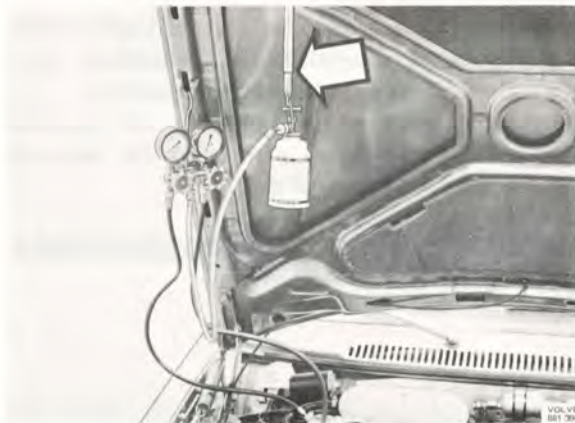

Bild 6
- 5a. **Engångsbehållare:** Häng upp behållaren i en fjädervåg och avläs vikten med slangen tillkopplad, bild 6.